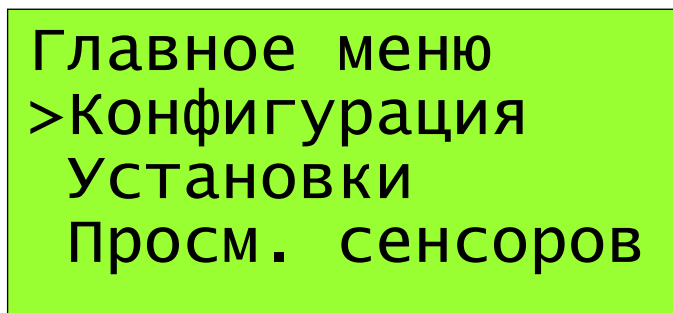

Рис. 11
6.3.1. Вход в режим **Главного меню** из режима «Измерение» производится нажатием клавиши «**Esc**» на клавиатуре контроллера ИКТС-11. Соответствующий вид ЖК индикатора показан на *Рис. 11*.